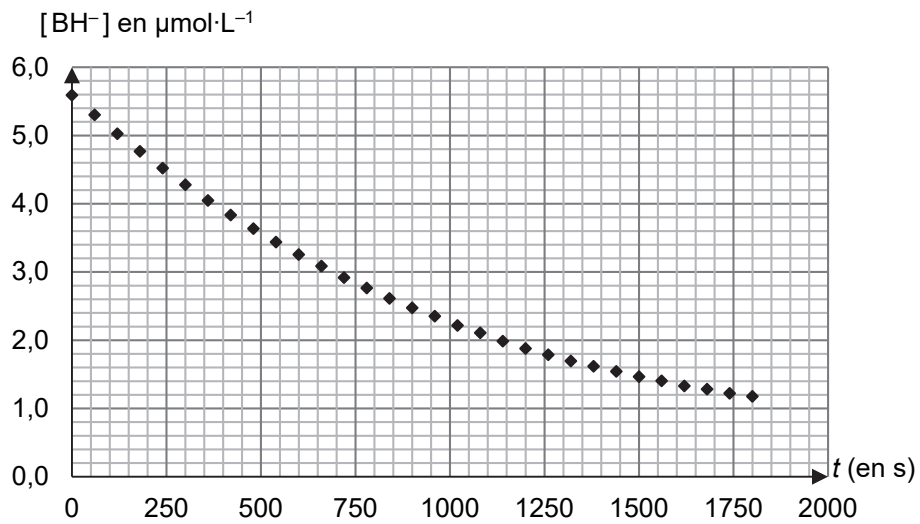

Figure 4. Évolution temporelle de la concentration en ions  $\text{BH}^-$
- suivre l'évolution de l'absorbance par spectrophotométrie pendant une trentaine de minutes et tracer l'évolution temporelle de la concentration en ions  $\text{BH}^-$ , notée  $[\text{BH}^-]$  (voir figure 4).